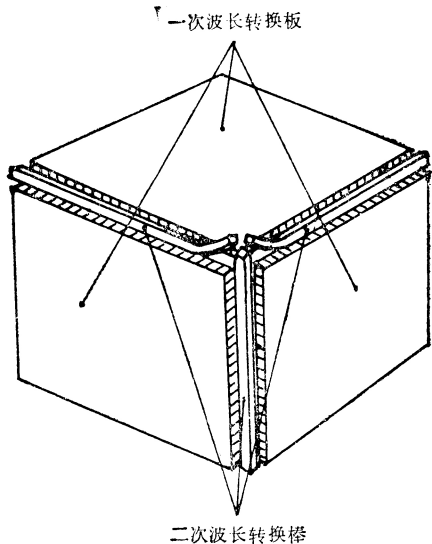

图 7 采用二次波长转换技术的闪烁计数器示意图
③ 更广泛地把波长转换技术应用到高能物理实验或其他领域上去，甚至出现了二次，或三次波长位移技术，即闪烁荧光要经过二次、或三次的转换才由光电倍增管接收。图 7 是二次转换的示意图。巨大的闪烁体中的荧光首先被一次波长位移板吸收并转换成波长较长的荧光，这些荧光再被二次波长位移棒吸收，并转换成波长更长的荧光，最后由一支很小的光电倍增管接受。因为有两大块一次波长位移板，所以对闪烁荧光有很高的接收效率。又因为二次波长位移棒同时接收两块一次波移板的荧光，效率也很高。所以，虽然只有一支光电倍增管，却可收集到很大体积的荧光，而且效率也很高。